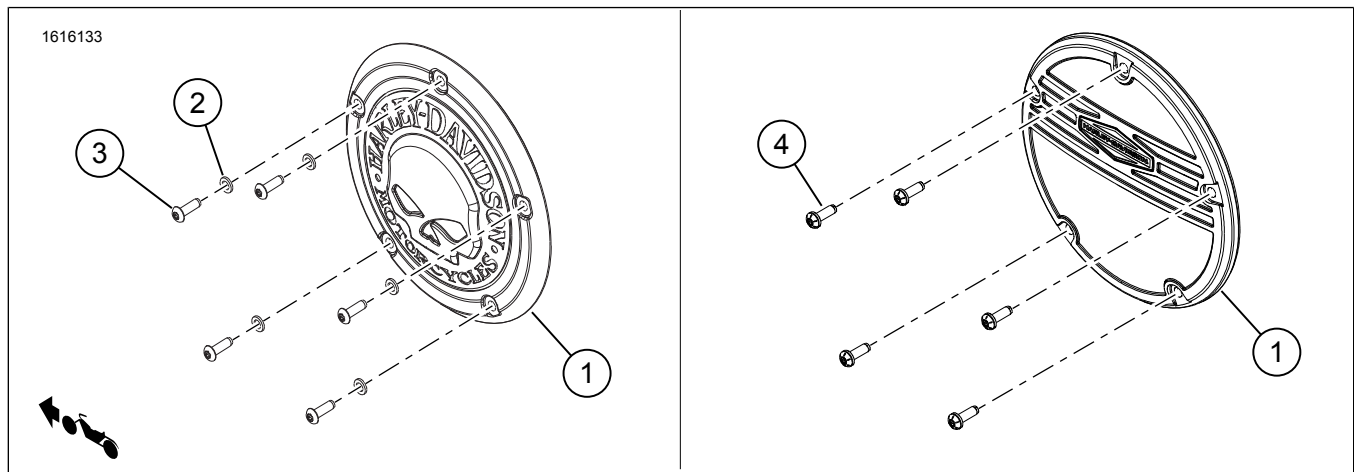
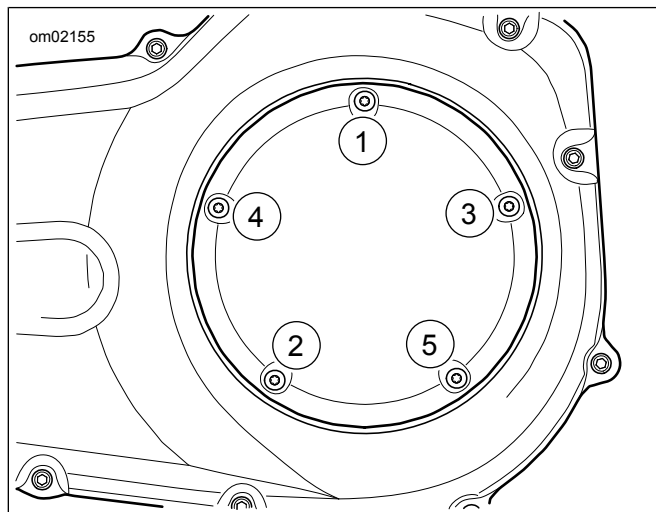

Figura 1. Conteúdo do kit: Componentes da tampa de inspeção da embreagem
Figura 2. Sequência de aperto da tampa da embreagem
1. Veja a figura 1. Instale uma **nova** tampa (1).
2. Instale as arruelas (2) e os parafusos (3).
3. Veja a figura 2. Aperte os parafusos (3) em padrão estrela.
1. Veja a figura 1. Aplique trava-rosca nas roscas dos parafusos (4).
2. Instale uma **nova** tampa (1).
3. Instale os parafusos (4).
4. Veja a figura 2. Aperte os parafusos (4) em padrão estrela.